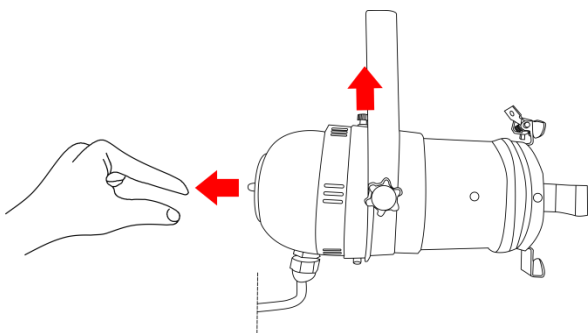
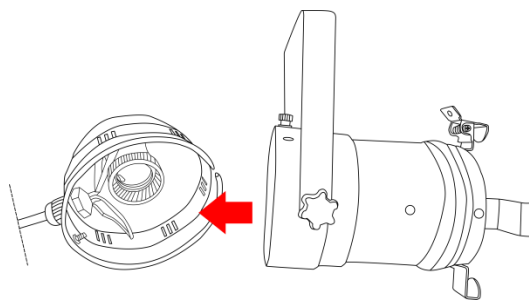

Fig. 03
Fig. 04
- 02) Tirare la leva a molla nella direzione indicata dalla freccia e rimuovere il coperchio posteriore della lampada (Fig. 03 e Fig. 04).